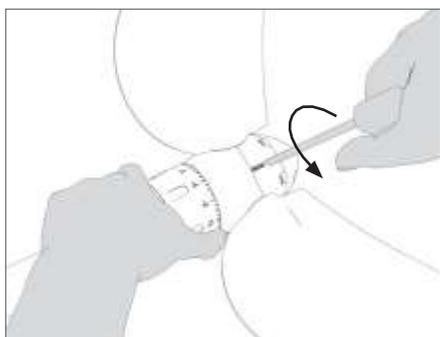

FIG. 42 Desenroscado el tapón de engrasado
- Desenrosque la tapa del orificio de engrase con una llave Allen (**Fig. 42**).